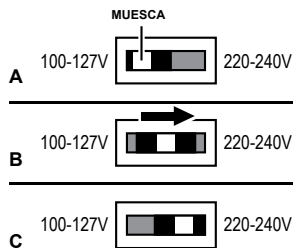

FIGURA 1
1. Ubique el selector de voltaje, que está empotrado dentro de una ranura en la parte posterior del cuerpo principal. Observe la muesca abierta blanca en el medio del selector de voltaje (FIGURA 1-A).
3. Introduzca cuidadosamente la punta del bolígrafo en la muesca blanca. Deslice el selector de voltaje a la derecha, hacia la etiqueta 220-240V (FIGURA 1-B).
**IMPORTANTE:** Asegúrese de que el selector de voltaje esté movido lo más a la derecha posible para que el ajuste de voltaje se cambie correctamente. El selector de voltaje debe aparecer como se muestra aquí (FIGURA 1-C).